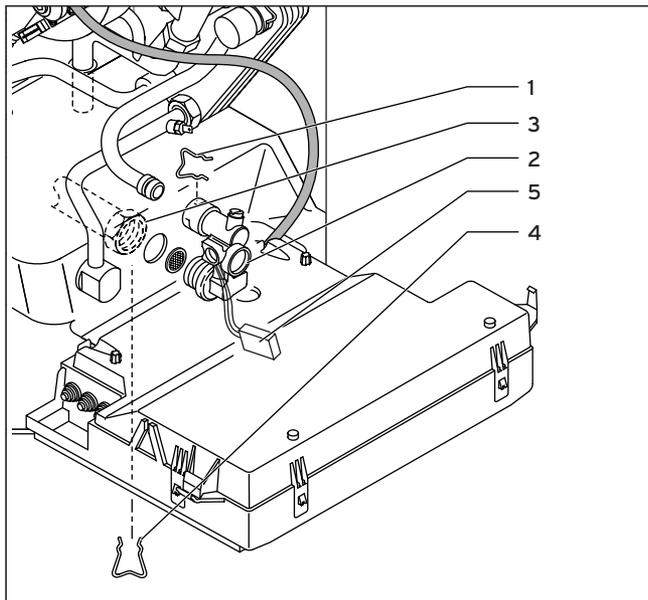
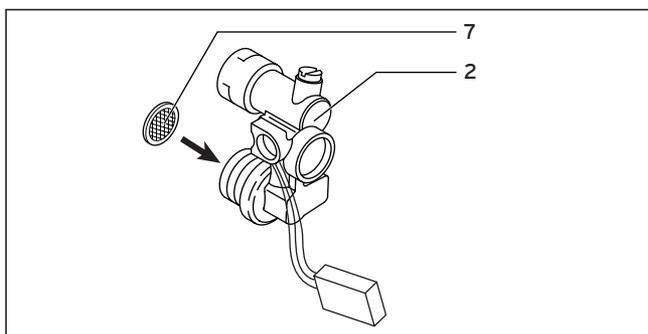

Fig. 8.9 Smontaggio del flussometro
Fig. 8.10 Flussometro con filtro
- Staccate il morsetto (1) del flussometro (2) (vedi fig. 8.9).
- Allentate il raccordo a vite (3) sul lato inferiore dell'apparecchio.
- Staccate il morsetto (4) sul lato inferiore dell'apparecchio.
- Staccate il cavo (5).
- Estraiete l'intera unità (2).
- Estraiete il filtro (7) (vedi fig. 8.10) dal flussometro e pulitelo sotto un getto d'acqua.